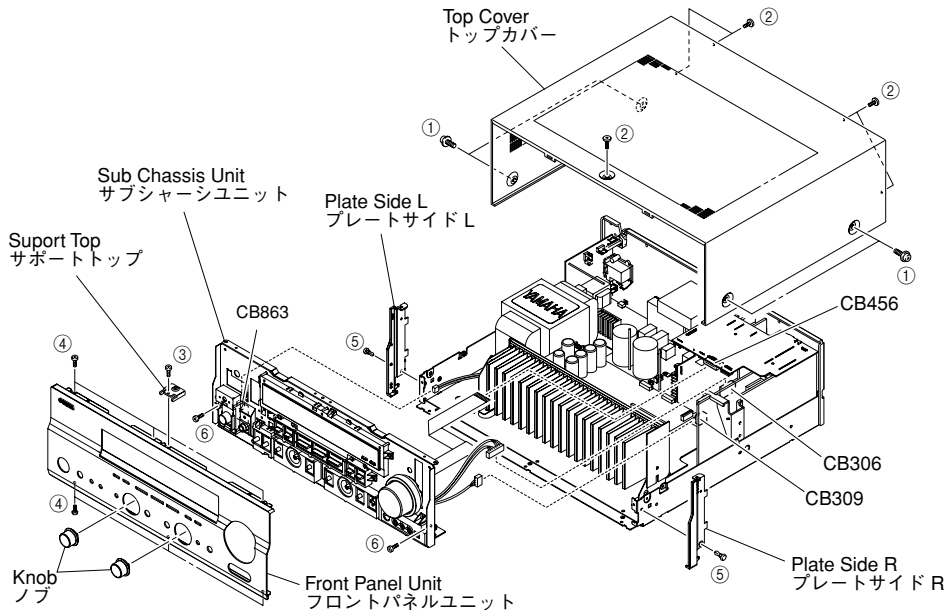

Fig. 1
- a. Remove 2 push rivets (⑤). (Fig. 1)
- b. Remove the Plate Side L/R. (Fig. 1)
- a. Remove 2 screws (⑥) and then slide the Sub Chassis Unit forward. (Fig. 1)
- c. Remove CB306, CB309, CB456 and CB863 and then remove the Sub Chassis Unit. (Fig. 1)
- a. ①のネジ4本、②のネジ5本を外します。(Fig. 1)
- b. トップカバーを後方へスライドさせ、取り外します。(Fig. 1)
- a. ノブを2個取り外します。(Fig. 1)
- b. ③のネジ1本を外し、サポートトップを取り外します。(Fig. 1)
- c. ④のネジ6本を外し、フロントパネルユニットを取り外します。(Fig. 1)
- a. ⑤のプッシュリベット2本を外します。(Fig. 1)
- b. プレートサイドL/Rを取り外します。(Fig. 1)
- a. ⑥のネジ2本を外し、サブシャーシユニットを前方に引き出します。(Fig. 1)
- c. CB306、CB309、CB456、CB863を外し、サブシャーシユニットを取り外します。(Fig. 1)